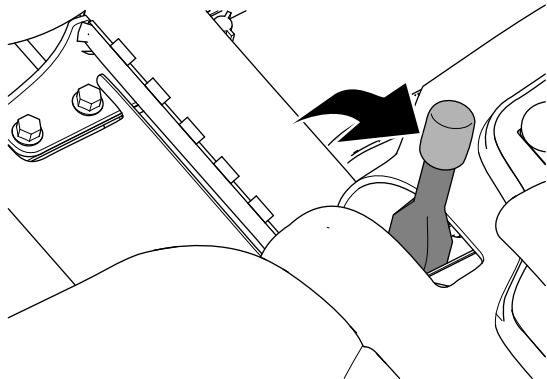

Bild 31
2. Aktivieren Sie die Feststellbremse (Bild 31).